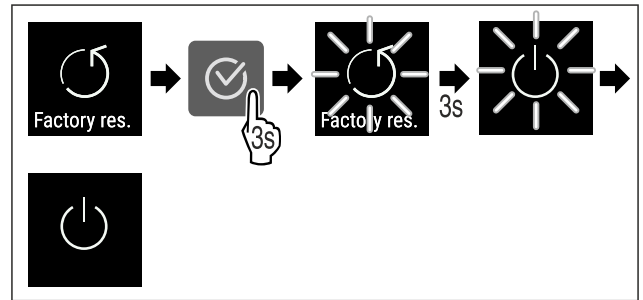

Fig. 102
- ▶ Изпълнете стъпките (виж Fig. 102) .